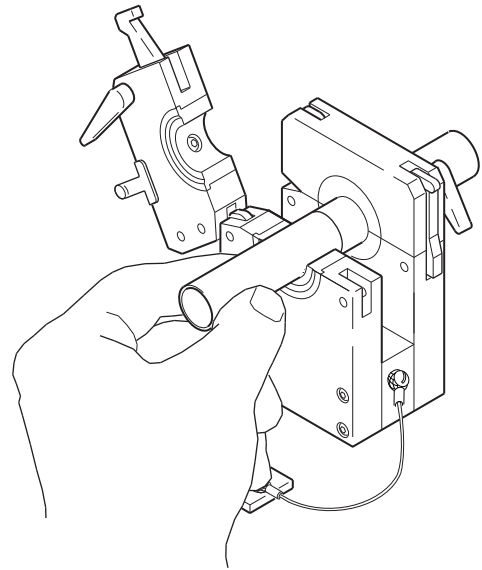

図16：2つ目の溶接物をセットする
5. 2つ目の溶接物を最初の溶接物に突き合わせてから、上部サイド・プレートを開けて固定します。図16をご参照ください。